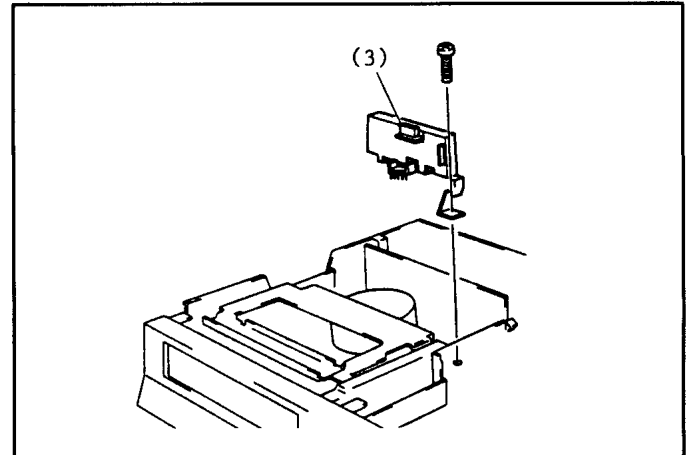

Abb. 4-6 Vorverstärker-Leiterplatte
6. Vorverstärker-Leiterplatte (Abb. 4-6)